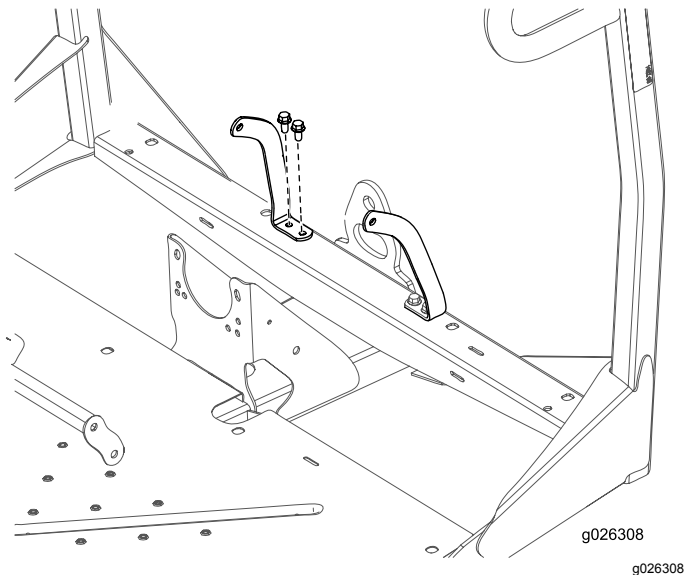

Figura 8
5. Sujete los anclajes de los cinturones de seguridad derecho e izquierdo al bastidor delantero con 4 pernos (3/8" x 3/4") y 4 tuercas (3/8"), según se muestra en Figura 8.